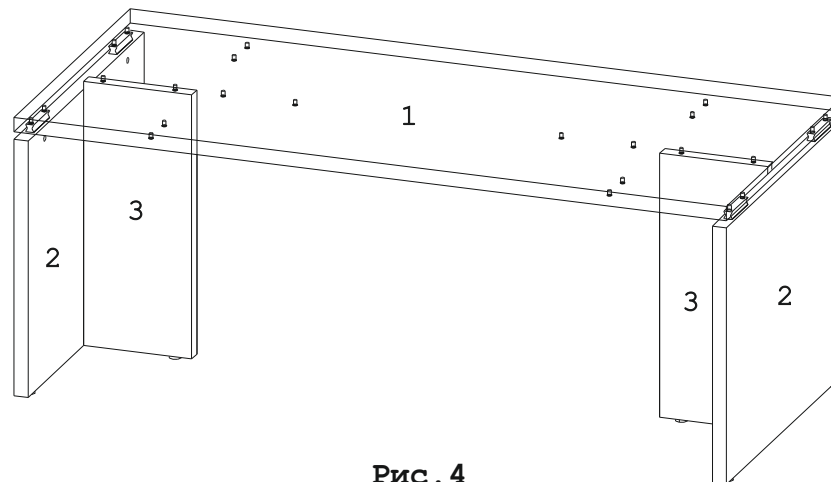

Рис. 4
8. Соедините деталь 1 с деталями 2,3 и затяните эксцентрики по часовой стрелке до упора. (рис.4)